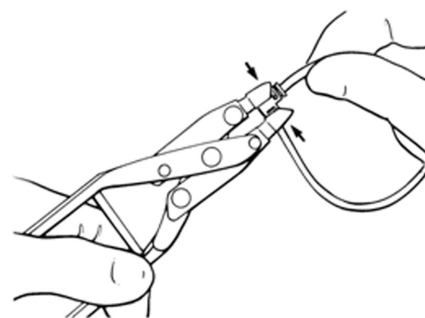

Figure 4-35. Utilisation d'un connecteur à angle droit
- Utiliser deux fois la pince : une fois à chaque extrémité. (**Figure 4-35**)